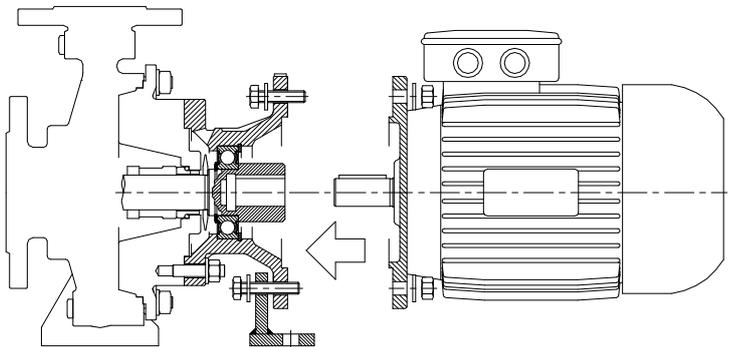

Fig. 23A
- Accoppiare il motore elettrico alla flangia di fissaggio della pompa entrando i due alberi e la linguetta nelle rispettive sedi, bloccare il tutto con i bulloni compresi nella forniture e prestare attenzione nel montare correttamente (per le pompe che lo prevedono) anche il piedino di sostegno (vedere la fig. 23A).